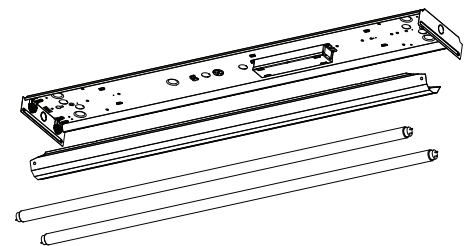

Fig. 7
**7** Install lamps (not included) into lampholder slots, rotate a quarter turn to lock into place (Fig. 7).
Installer la lampe (non incluse) dans les fentes de la douille, la faire pivoter d'un quart de tour jusqu'à ce qu'elle se bloque (Fig. 7).
Instale los tubos fluorescentes o focos (no incluidos) en las ranuras de los soportes de la lámpara, haciéndolos girar un cuarto de cuadrante para asegurarlos en su lugar (Fig. 7).